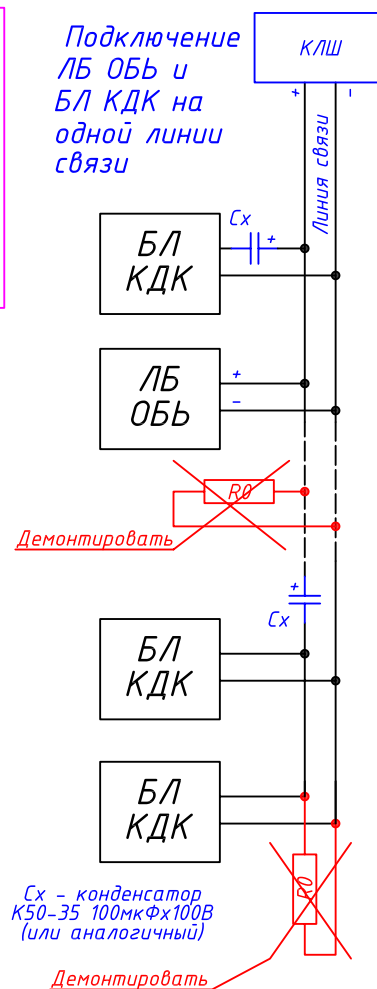

Рис. 4
3. Вариант совместного подключения на линии связи ЛБ "ОБь" и БЛ КДК приведен на рис. 4. При этом для обеспечения резервного питания ЛБ ОБь источник питания 60 В контроллера локальной шины необходимо включить. Порядок включения приведен в Приложении 1. Подключение конденсаторов и ЛБ "ОБь" необходимо производить с учетом полярности ЛШ.